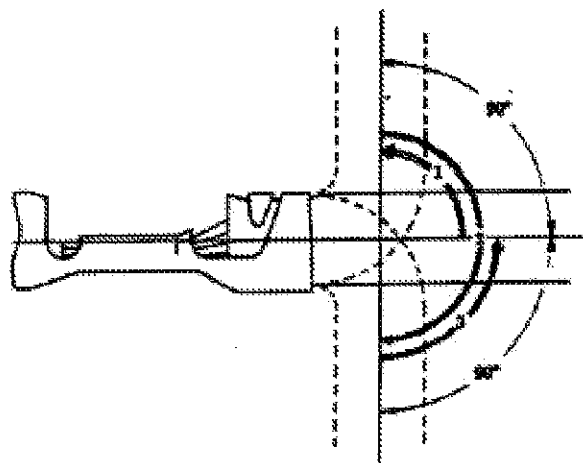

図 2
- 注1. 被覆圧着部の幅および高さは表1の適用電線を圧着したとき、図2の折曲げ試験で被覆が破れてバレル部より抜け出したり幅、高さが大きすぎてバレル部より抜け出したりしないこと。